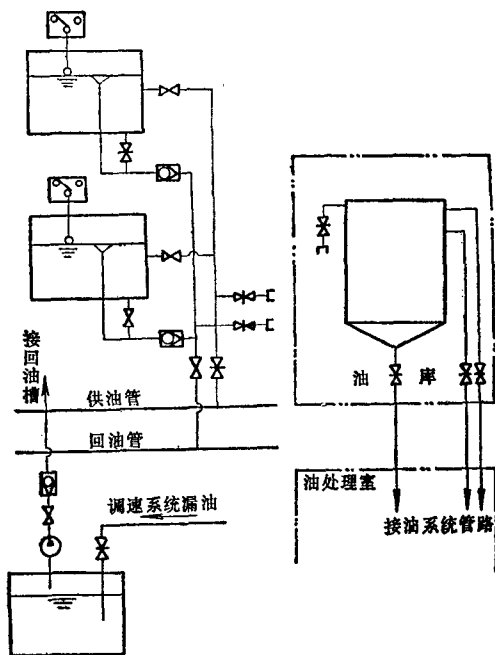

图 2-4 油系统局部位置改错图
23. 在图2-4油系统局部位置改错图中，有15个错误，请改正。